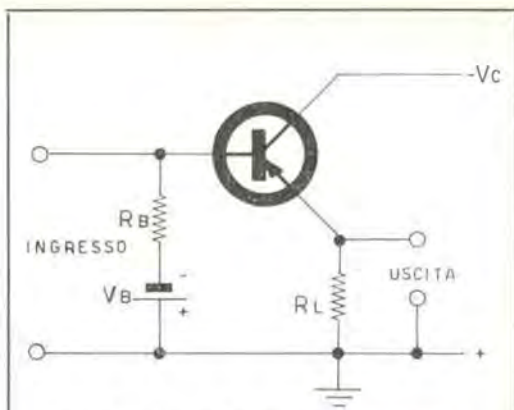
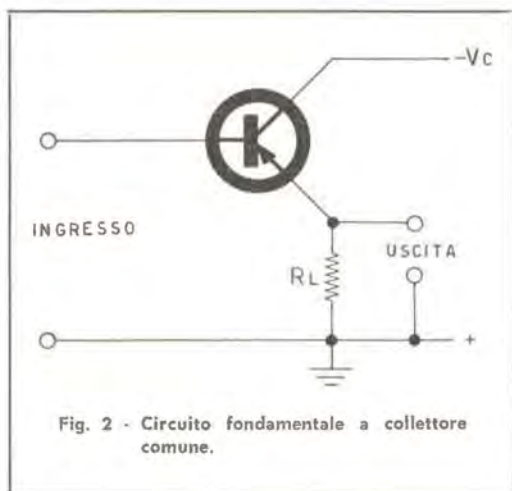

Fig. 3 - Come fig. 2, ma con polarizzazione.
Fig. 2 - Circuito fondamentale a collettore comune.
Ciò premesso, entriamo nel vivo del problema e scartiamo senz'altro i circuiti fondamentali a emittore comune e a base comune, i meno adatti per i nostri fini. Analizzeremo così il solo circuito a collettore comune riportato in forma fondamentale nella fig. 2. Tale disposizione per sua natura presenta la più elevata impedenza d'ingresso; e vedremo che ci saranno possibili brillanti soluzioni. Nel circuito a collettore comune (fig. 2) l'impedenza d'in-
Quest'espressione semplicissima (molto usata nella pratica) ci dice che l'impedenza d'ingresso del circuito di fig. 2 è pari al prodotto del guadagno in corrente del transistoro, β , per l'impedenza di carico, R_L . Quindi il nostro problema, in base alla (2), si risolve scegliendo opportunamente alti β e R_L . A esempio con $\beta=150$ e $R_L=3.000$ ohm, si avrebbe un'impedenza d'ingresso di 450.000 Ω in molte applicazioni più che sufficiente.
Fin qui abbiamo trattato del circuito di fig. 2, evidentemente incompleto. Nella pratica si presenterà la necessità di polarizzare opportunamente la base del transistor, onde portarlo a funzionare nella regione prevista. Una semplice resistenza R_B collegata a una tensione negativa conseguirà lo scopo. Ma il circuito di fig. 3 non è più quello di fig. 2 e la relativa